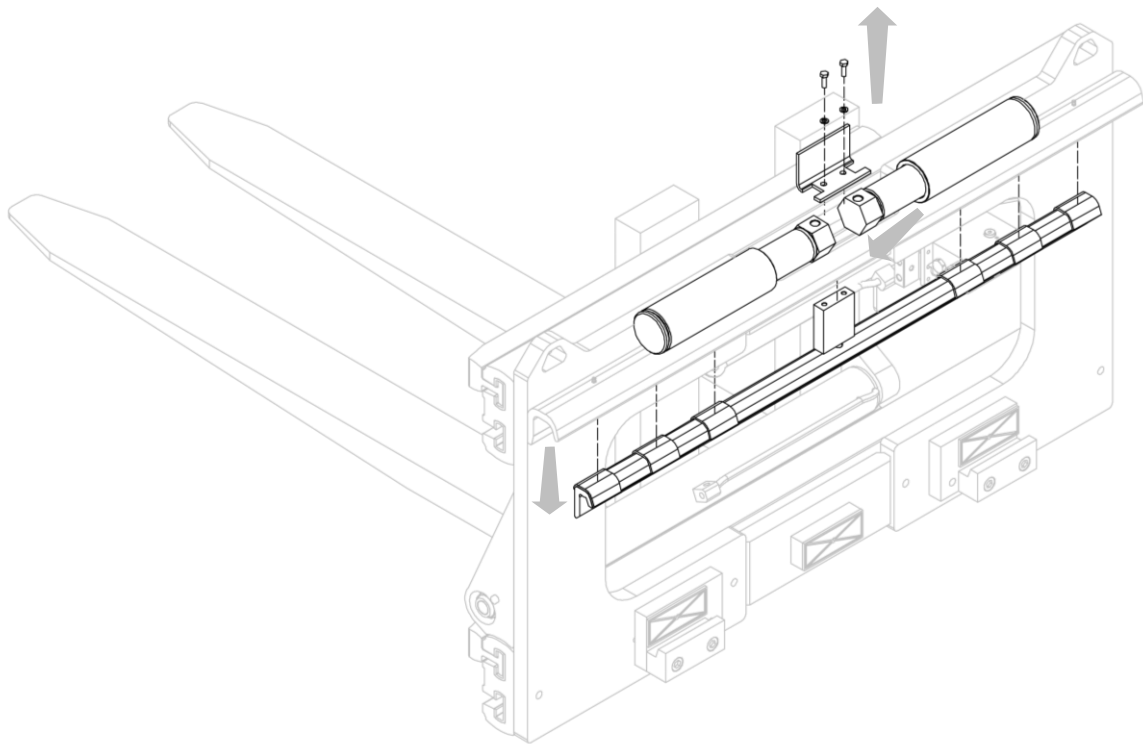
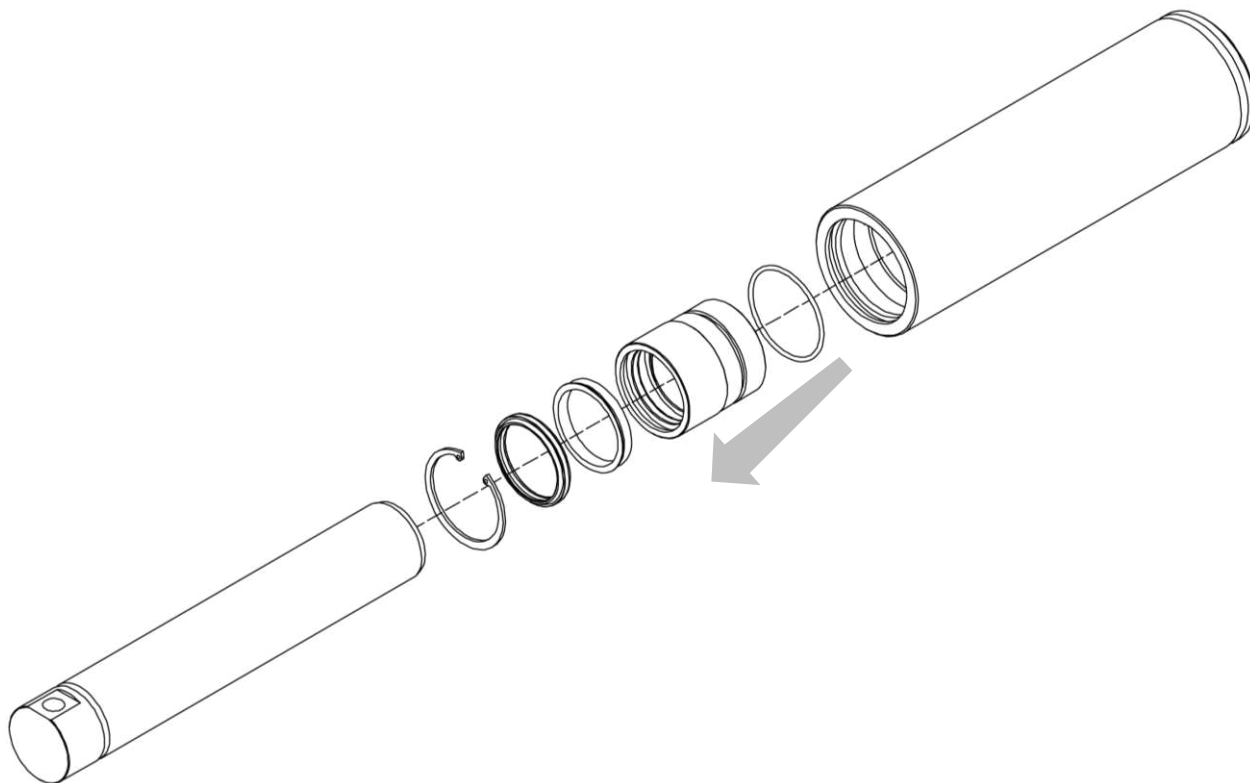

Figura 31
Figura 32
3. Rimuovere il doppio gancio (A) dopo aver rimosso il "piegato di protezione" (P) con le relative viti (nella fase *Rimozione Attrezzatura Dal Carrello* è già stato specificato questo passaggio).
7. Prendere come riferimento la *Figura 31* e la *Figura 32*.